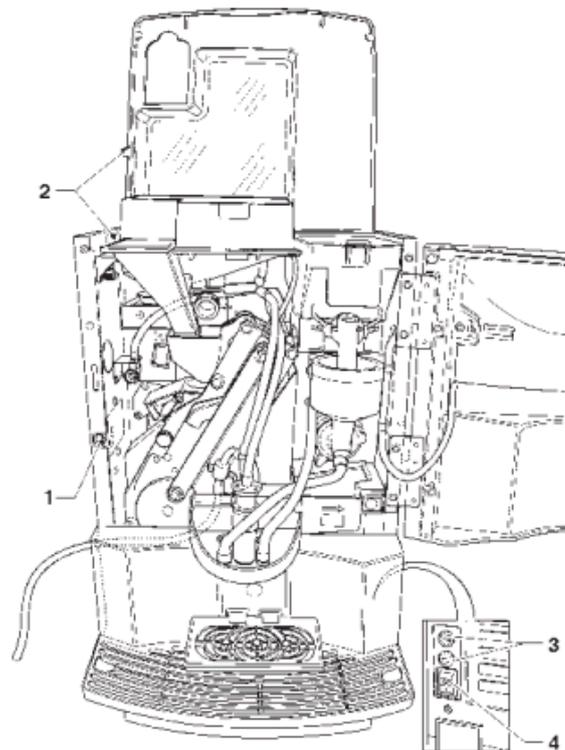

Рис. 12
Для подачи питания на автомат при открытой двери, просто вставьте специальный ключ в щель (смотрите рис. 12).
Электромагнитный клапан для впуска воды (смотрите рис. 12) оборудован устройством защиты от переполнения, механически останавливающим подачу воды, при возникновении неисправности электромагнитного клапана или устройства контроля уровня воды бойлера.
- Ослабьте гайку, фиксирующую питающий шланг электромагнитного клапана для выпуска остаточного давления водопровода, а затем затяните ее заново (смотрите рис. 12);